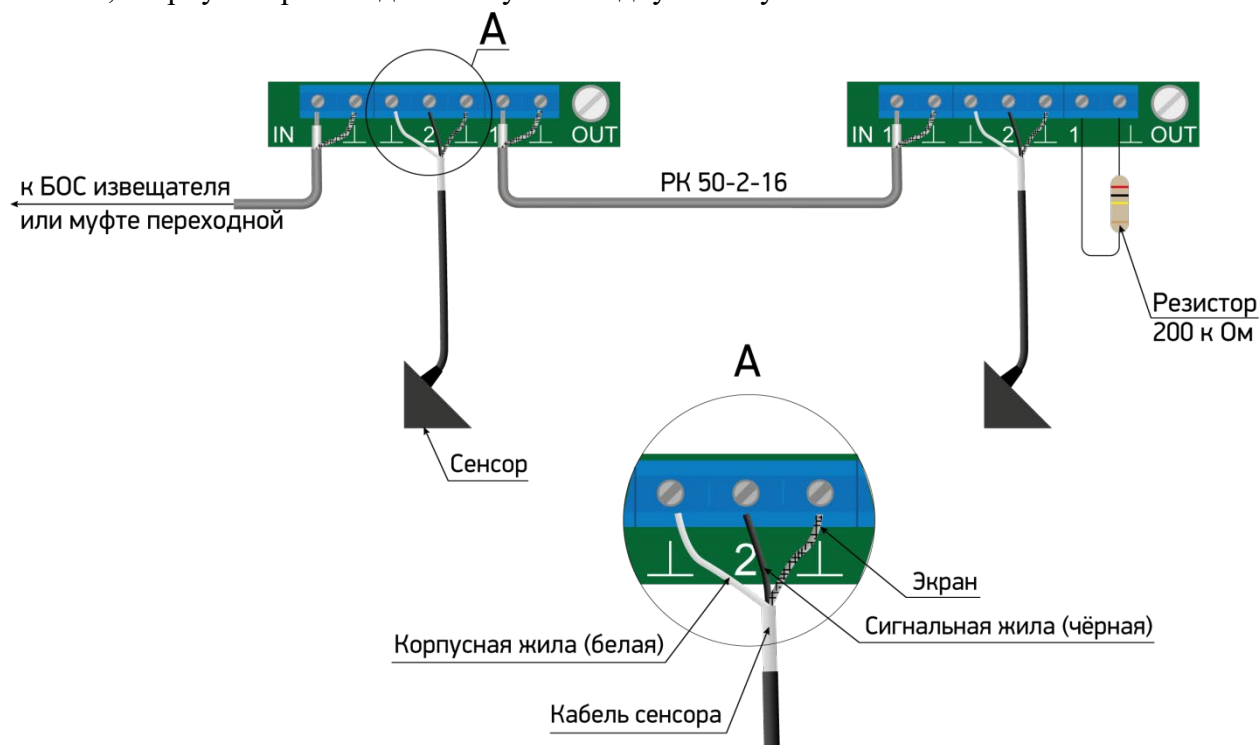

Рисунок 3 – Схема подключения
- центральную жилу кабеля соединительного РК предназначенного для подключения к входу БОС, либо к муфте переходной (в зависимости от проекта) подключить к клемме «1 In», экранирующую оплетку к клемме «┴» (рисунок 3);
- подключить сигнальную жилу кабеля сенсора к клемме «2», вторую жилу и экран кабеля сенсора подключить к двум крайним клеммам «┴» (рисунок 3)
- центральную жилу кабеля соединительного РК предназначенного для подключения к следующему РЧС-Т, подключить к клемме «1 Out», экранирующую оплетку к клемме «┴» (рисунок 3);